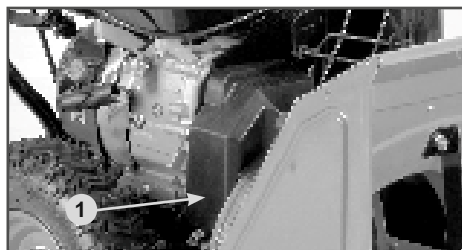

Рис. 23
1. Открутите болты крепления и снимите кожух 1 защитный ремней (Рис. 23).